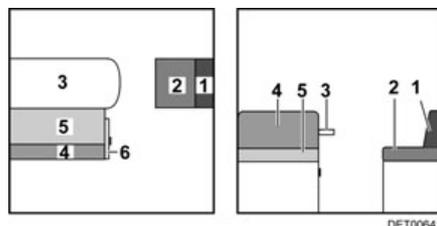

Fig. 136 Antes de la transformación
- Ampliar la mesa (Fig. 136,3) y transformar la mesa colgante ampliada en la base de cama (véase apartado 7.7).
- Tirar del asidero y abrir la trampilla (Fig. 136,6).